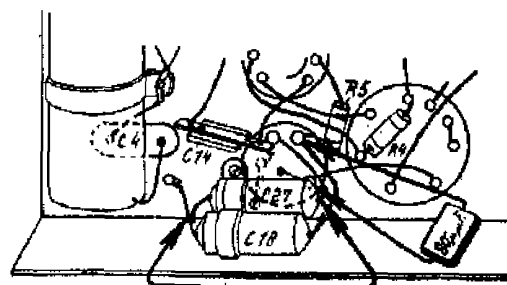

FIG.3
4. C27 kortsluiten (fig.3)
5. S9 verstemmen met een condensator van 80 pF (fig.3)